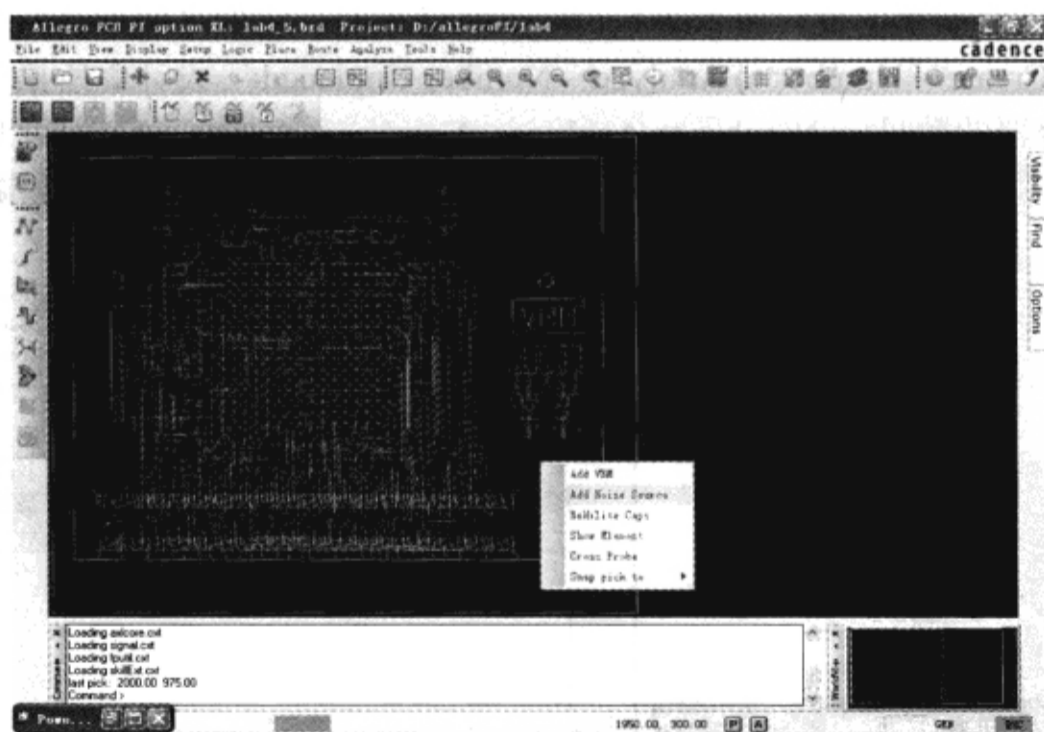

图 10-7-67 添加噪声源
(5) 在 Allegro PCB PI option XL 窗口中单击鼠标右键，在弹出的菜单中选择“Add Noise Source”，如图 10-7-67 所示。